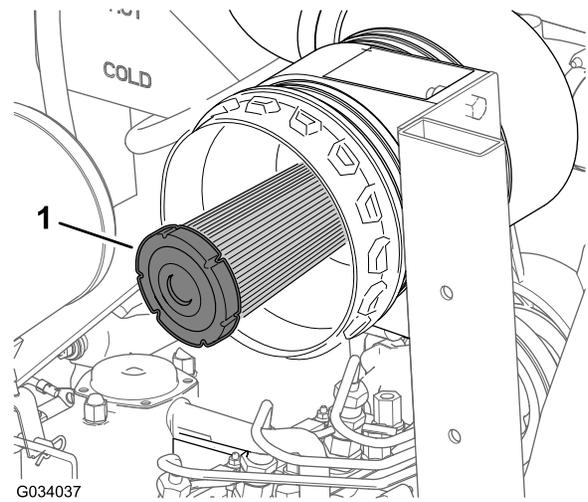

Figura 49
2. Verifique se existe pó ou detritos no filtro de ar de segurança (Figura 49).
**Importante:** Nunca tente limpar o filtro de segurança (Figura 49). Substitua o filtro de segurança após três operações de manutenção do filtro primário.